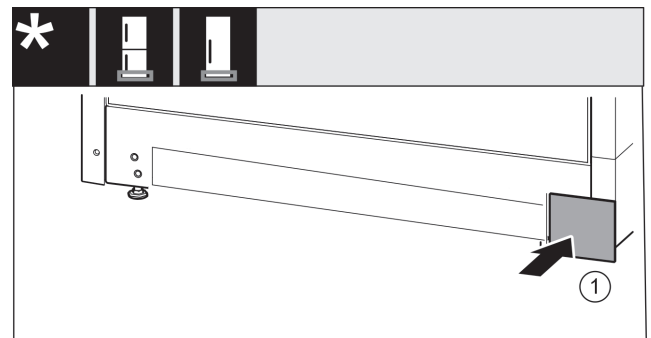

Fig. 17
- ▶ Riapplicare la copertura Fig. 17 (1) sull'altro lato.